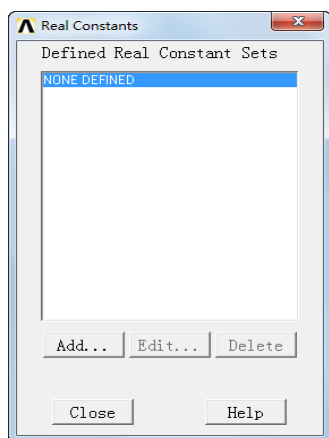
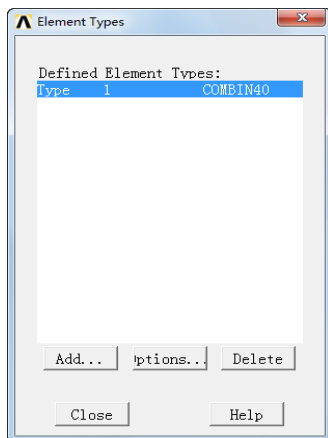
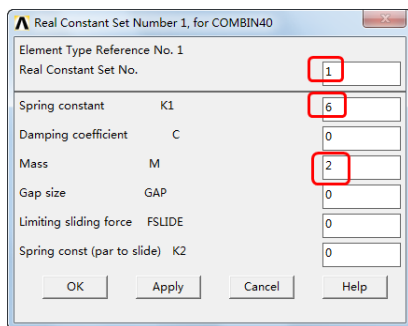

图 14-14 “Real Constant”对话框
图 14-15 “Element Type”对话框
图 14-16 “Real Constants Set Number 1, for COMBIN40”对话框（定义 K1, M1）
④定义第一种实常数：Main Menu > Preprocessor > Real Constants > Add/Edit/Delete，弹出“Real Constants”对话框，如图 14-14 所示，单击“Add”按钮，弹出“Element Types”对话框，如图 14-15 所示。
⑤在图 14-15 所示的对话框中单击选取“Type 1 COMBIN40”，单击“OK”按钮。出现“Real Constants Set Number1, for COMBIN40”对话框，在“Spring constant K1”文本框中输入 6，在“Mass M”文本框中输入 2，如图 14-16 所示，单击“Apply”按钮。